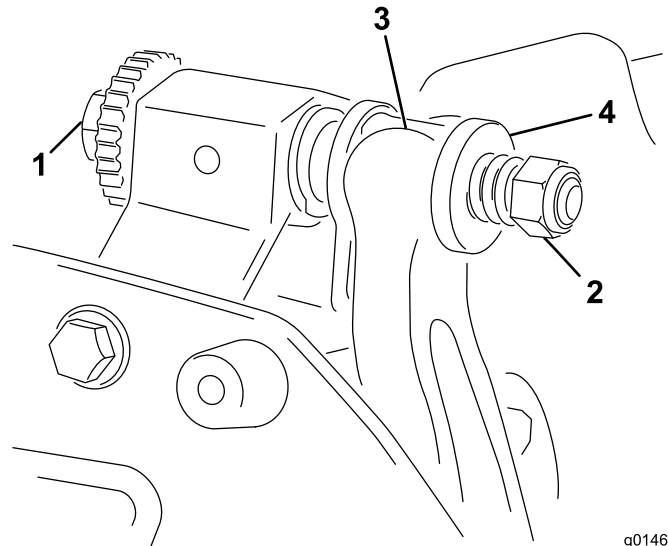

Figura 13
1. Gire el tornillo de ajuste de la barra de asiento en el sentido contrario a las agujas del reloj para alejar la contracuchilla del molinete (Figura 13).
- Afloje la tuerca de tensado del muelle hasta que el muelle deje de presionar la arandela contra la barra de asiento (Figura 13).
- Instale la barra de asiento, colocando las pestañas de montaje entre las arandelas y el tornillo de ajuste de la barra de asiento (Figura 13).